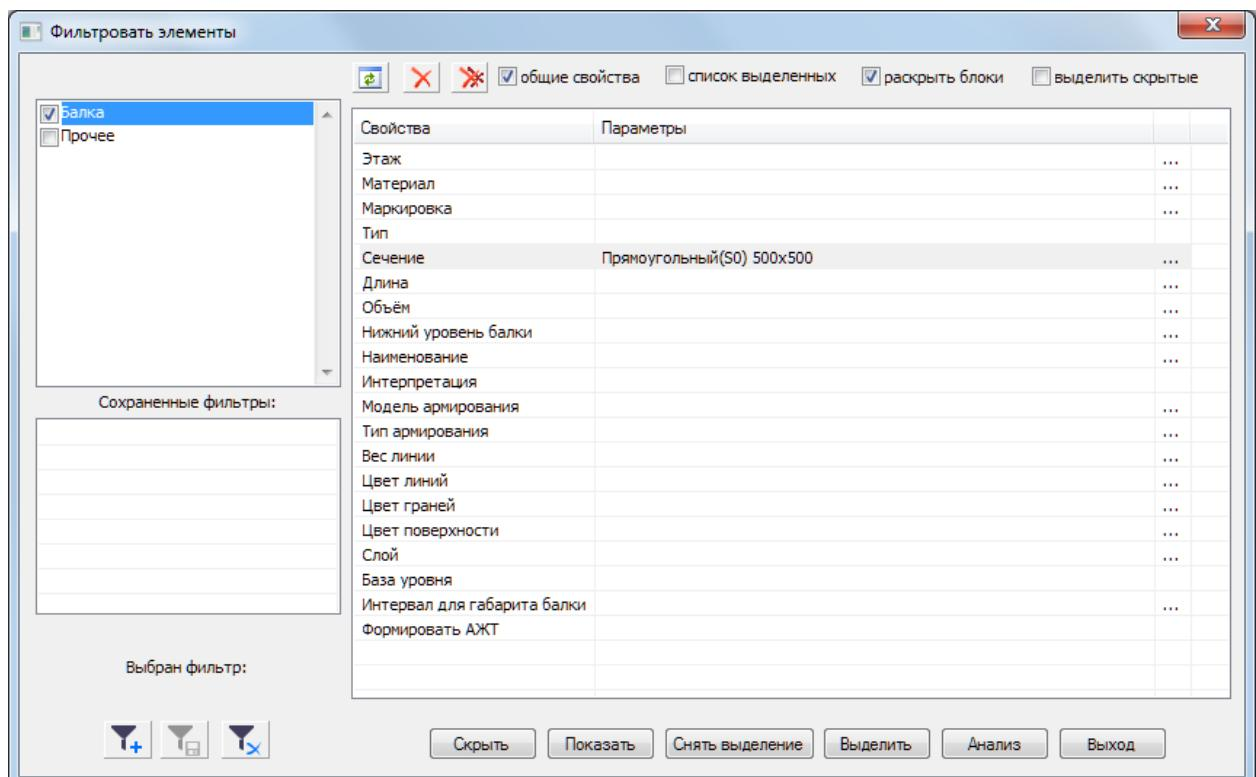

Рис.4.1. Диалоговое окно **Фильтровать элементы**
- выбираем команду **Выделить** (рис.4.1)